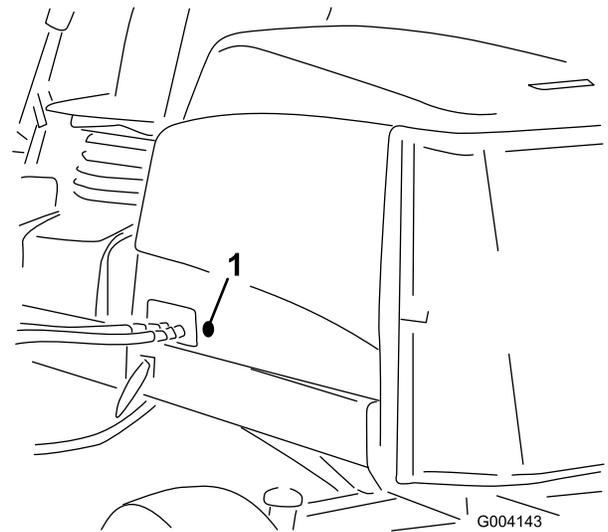

Figure 15
2. Retirez le passe-câbles en caoutchouc du trou situé du côté gauche du capot (Figure 15).